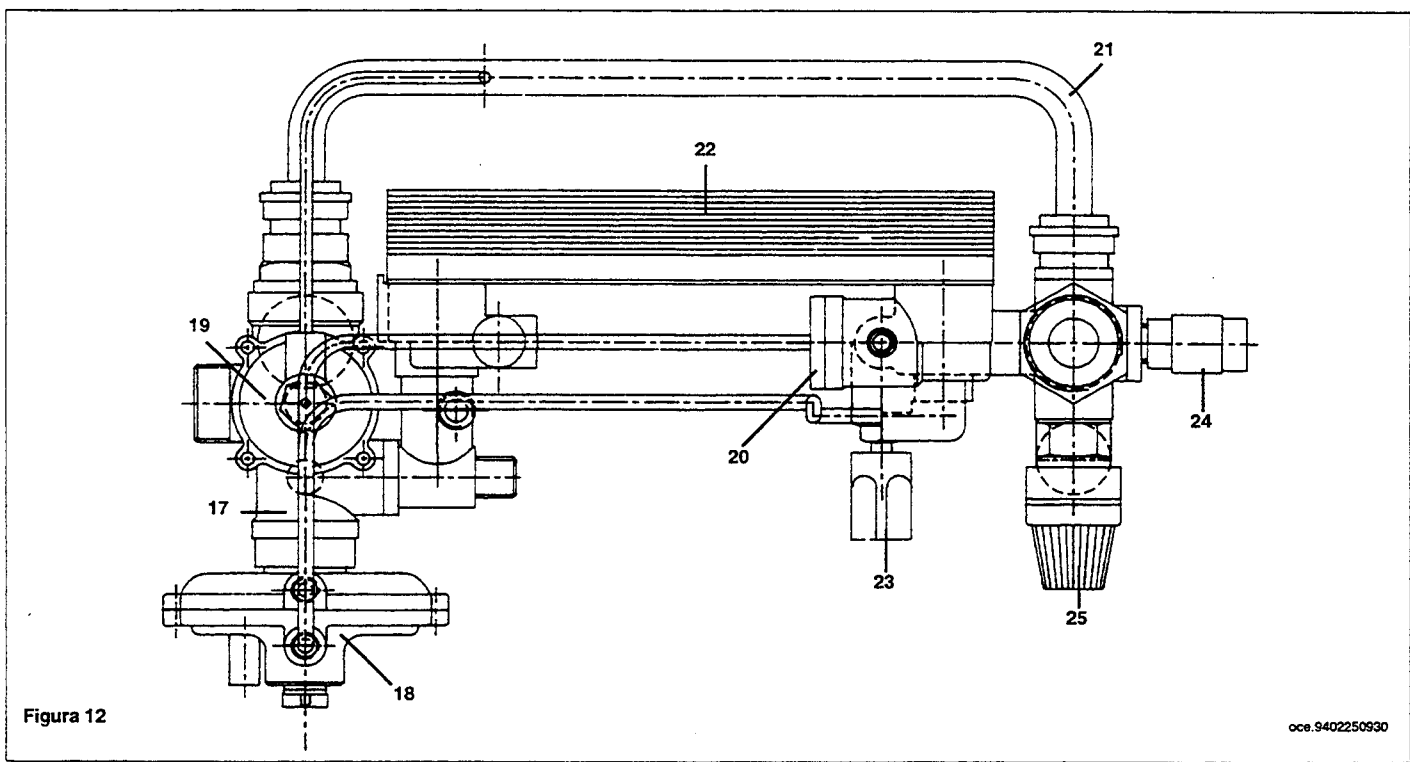

Figura 12
- vaciar la instalación, posiblemente sólo la caldera, por medio del especial grifo de desagüe (24 figura 12 en página 16);
- esvaziar a instalação, se possível limitadamente à caldeira, através da especial torneira de descarga (24 figura 12 na página 16);
- remover los dos tubitos de conexión (figura 12 en página 16) entre el grupo de precedencia sanitario (18) y el sensor de flujo (20);
- destornillar la tuerca presente en el grupo sensor de flujo (20);
- tirar os dois tubinhos de ligação (figura 12 na página 16) entre o grupo de precedência do sanitário (18) e o sensor de fluxo (20);
- desapertar a porca presente no grupo sensor de fluxo (20);